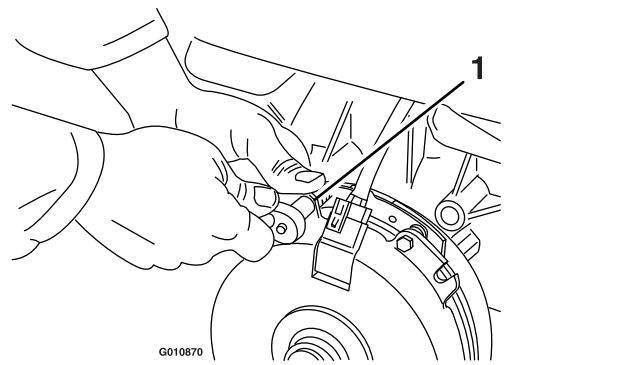

Figure 72
- A. Desserrez les boulons de fixation du frein d'un demi à un tour complet, comme montré à la Figure 72.